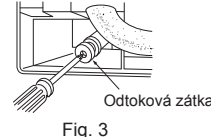

Fig. 3
- Vložte odtokovú zátku na miesto na zadnej strane interiérovej jednotky, kam sa má pripojiť odtoková hadica. (Fig. 3)